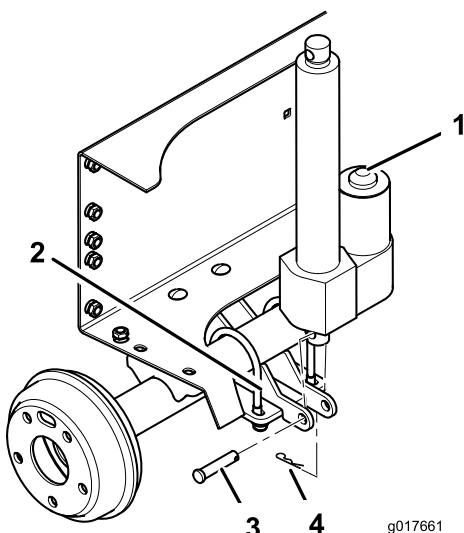

Bild 6
6. Befestigen Sie das untere Ende des Hubaktuators mit einem Lastösenbolzen und einem Splint an der Hubzylinderstütze. Positionieren Sie die Teile, wie in Bild 6 dargestellt.